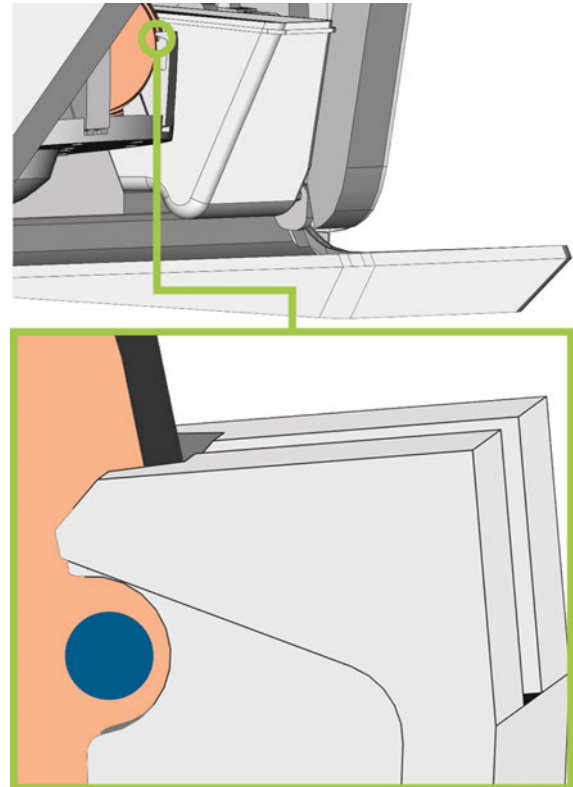

Abb. 53 – DIE MARKIERUNG ZUM WIEDEREINSPANNEN (BLAUER KREIS) LIEGT IN DER ÖFFNUNG IM KLEMMHEBEL
10. Ronden: Wenn die Ronde für das Wiedereinspannen markiert wurde, drehen Sie die Ronde leicht, bis die Markierung in der entsprechenden Öffnung im Klemmhebel liegt (☞ Abb. 53 – unten).